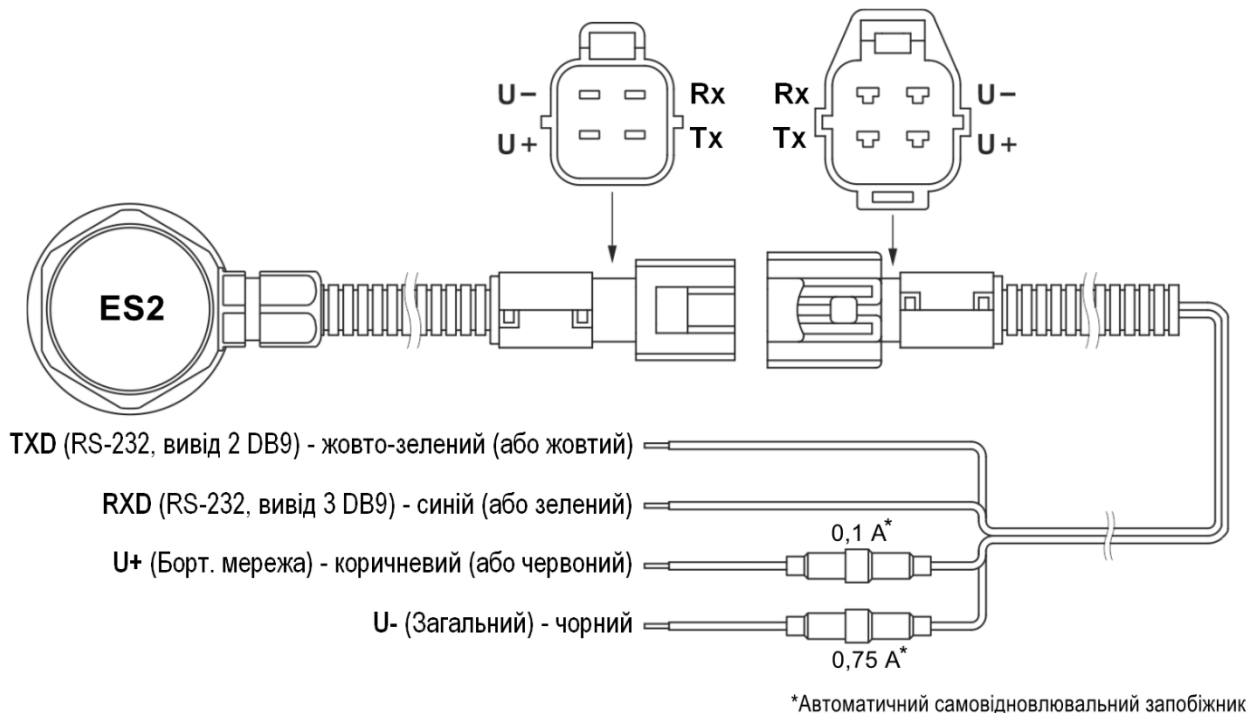
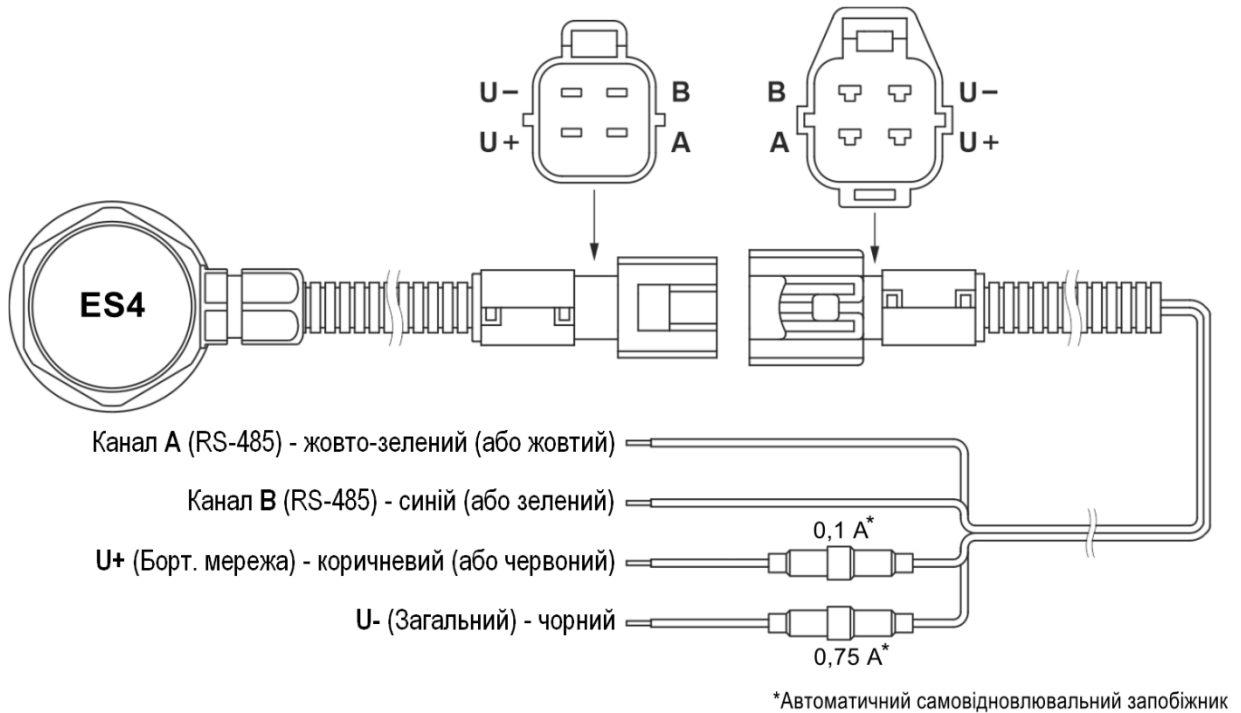

Рис. 5.1 – Схема з'єднань Датчика моделі ES2
Рис. 5.2 – Схема з'єднань Датчика моделі ES4
5.1.4 Позначення виводів кабелю Датчика та інтерфейсного кабелю показано на рис. 5.1 для Датчика моделі ES2 та рис. 5.2 для Датчика ES4.